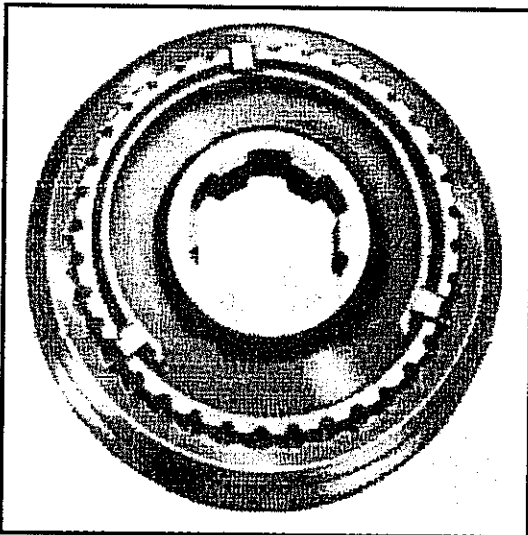

Abb. 11-19 Baugruppe einer Synchronisierereinrichtung
- Zur Montage beide Federringe jeweils an beiden Seiten der Schiebemuffe ansetzen, so daß alle drei Synchronriegel vom Federring gehalten werden. Siehe Abb. 11-19.